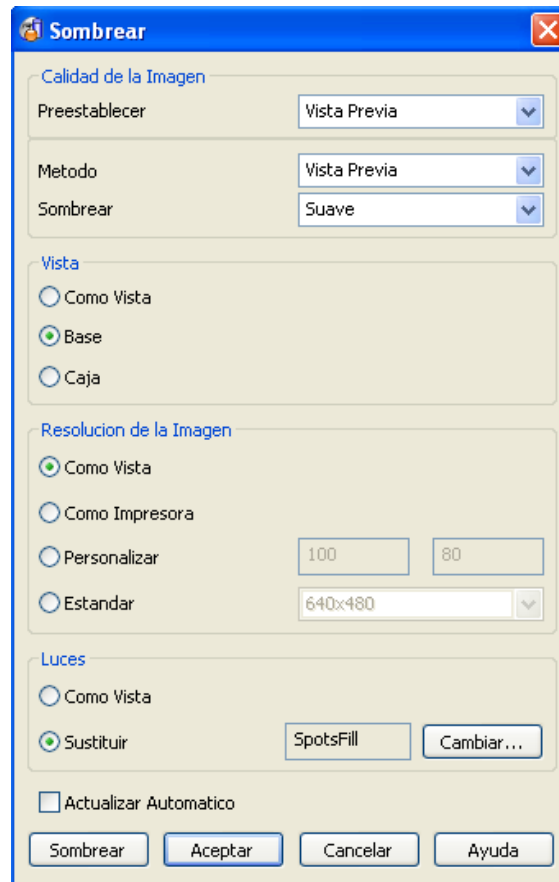

Figura 2.76 Formulario Sombrear.
- De la Barra de Herramientas Vista seleccionar Abrir el formulario de renderizado , se abre el formulario Sombrear, cambiar las entradas como se muestra (Figura 2.76) y hacer clic en Sombrear. Clic en Aceptar.